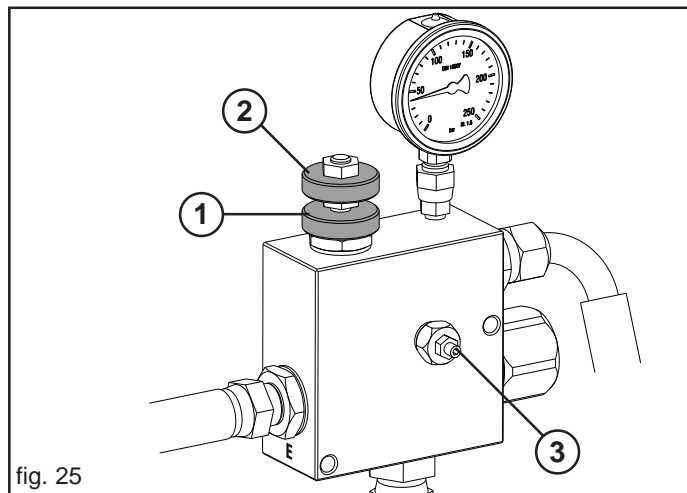

fig. 25
Se occorre aumentare il numero di giri della ventola per la distribuzione di sementi più pesanti, agire con prudenza ed attenzione nel seguente modo (Fig. 25):
- allentare il volantino (1, Fig. 25);
- ruotare in senso orario od antiorario il volantino (2, Fig. 25) per diminuire od aumentare la pressione e di conseguenza modificare i giri della soffiante.